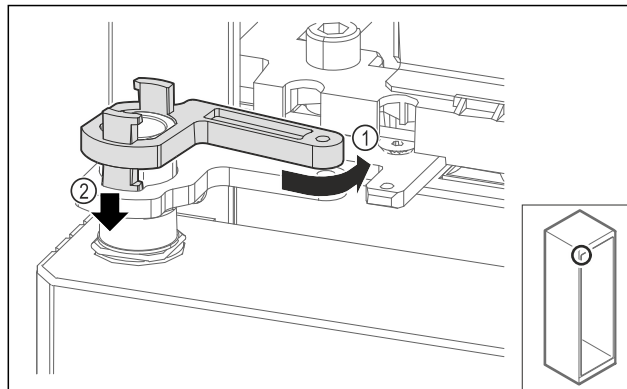

Fig. 71
- ▶ Drej lejebukslåsen en smule tilbage, Fig. 71 (1), pres den nedad, Fig. 71 (2) og lås den i hængselsbeslaget.